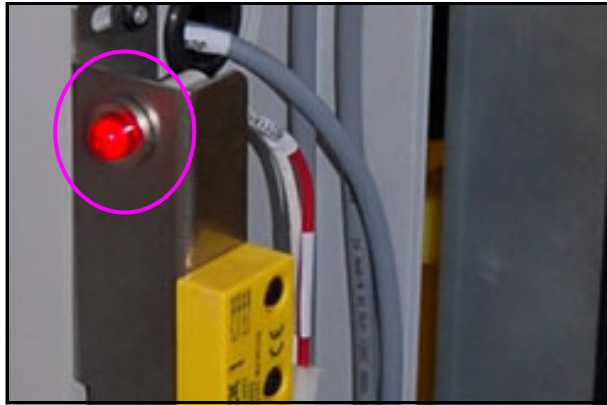

Figura 2-20: LED de Intertravamento
- a. O LED de intertravamento está aceso para indicar que o intertravamento está aberto (consulte Figura 2-20).